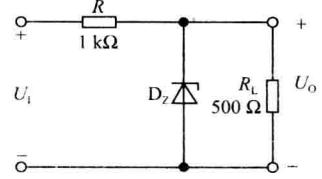

图 1.13
**1.6** 已知图 1.13 所示电路中稳压管的稳定电压  $U_Z = 6 \text{ V}$ , 最小稳定电流  $I_{Z\min} = 5 \text{ mA}$ , 最大稳定电流  $I_{Z\max} = 25 \text{ mA}$ 。